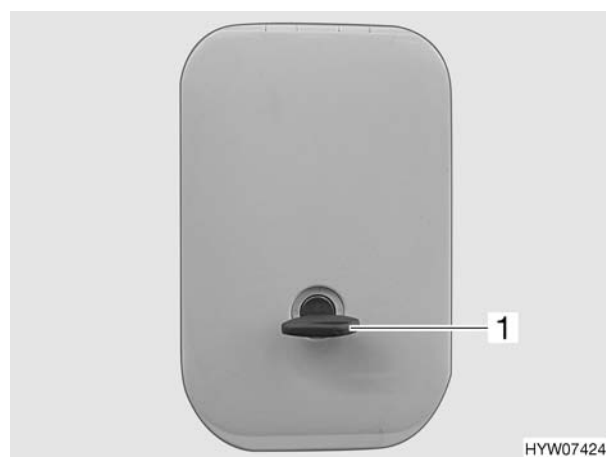

Fig. 37 Serratura dello sportello (variante 5)
- Inserire la chiave nel cilindro della serratura (Fig. 37,1).